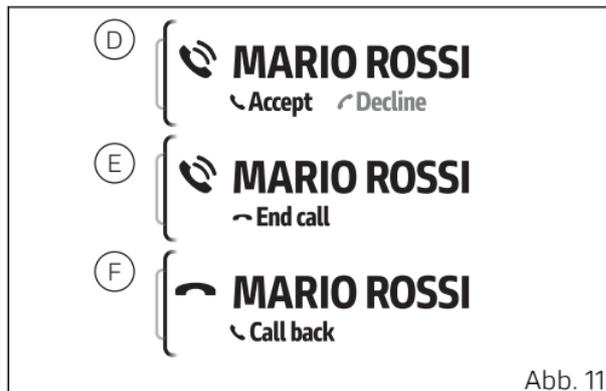

Abb. 11
Geht ein Anruf ein, wird das Fenster mit dem Namen oder der Nummer des Anrufers sowie den Angaben „Accept“ und „Decline“ (D, Abb. 11) eingeblendet. In diesem Fall kann durch kurzes Drücken der Taste ENTER (3) die Angabe „Accept“ oder „Decline“ gewählt werden; wird lange auf die Taste ENTER (3) gedrückt, erfolgt die Ausführung der markierten Angabe.
Angabe „End call“ (E, Abb. 11). Zum Beenden des Anrufs die Taste ENTER (3) drücken.
Am Ende eines Anrufs oder nach Ablehnen eines eingehenden Anrufs wird das Fenster (F, Abb. 11) 5 Sekunden lang mit dem Namen oder der Nummer des Kontakts sowie der Angabe „Call back“ angezeigt: Auf die Taste ENTER (3) drücken, um den Anruf zu tätigen.